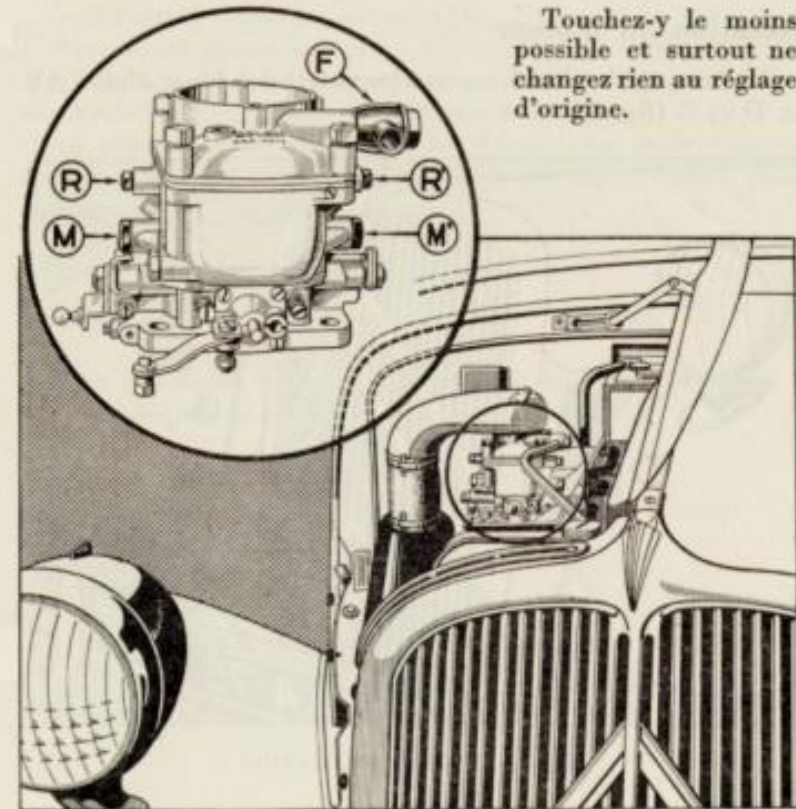

Fig. 4. — CARBURATEUR
La figure 4 vous indique les points où vous pouvez intervenir pour un nettoyage. Ce sont : le filtre en F ; les gicleurs (1) de marche en M et M' ; les gicleurs de ralenti en R et R'. (Il y a, en fait, deux carburateurs accolés dans un même corps : gicleurs et buses sont en double.)